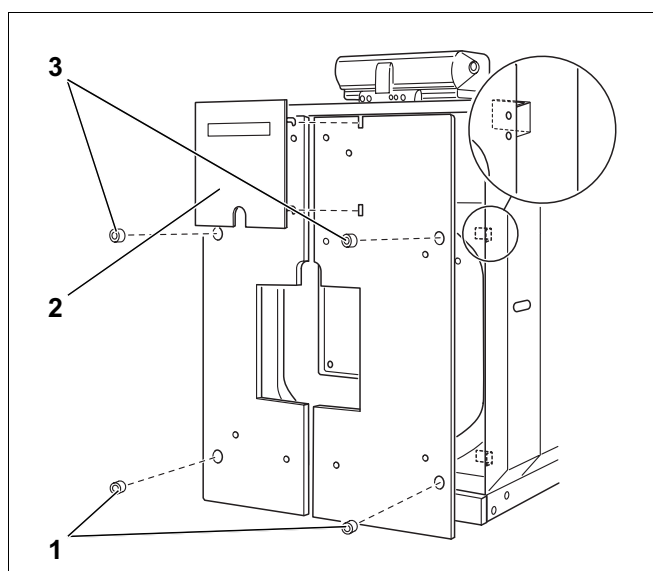

Fig. 47
- Skru den venstre hhv. høyre forveggdelen fast til brennerdørens knaster ved hjelp av fire sekskant-skruer hver (M 8 x 12) (fig. 47).
- Heng brennerdørens panel inn i utskjæringene i forveggene (fig. 47, **pos. 2**).
- Steng de fire åpningene i brennerdørens panel ved hjelp av de fire pluggene (fig. 47, **pos. 1 og 3**).
Når de fire pluggene fjernes kommer festeskruene for brennerdøren til syne. Skruene er til dels dekket av deksler (fig. 47, **pos. 3**) og kan først løsnes etter at de to fremre sidepanelene med håndhull (fig. 47, **pos. 4**) er fjernet (se kapittel "3 Vedlikehold" på side 28).